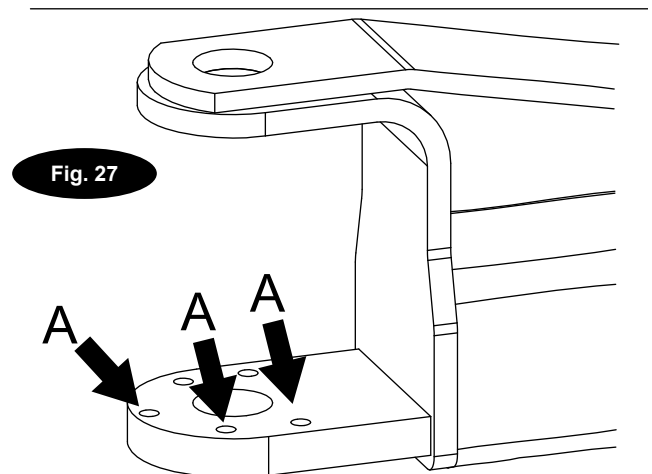

Fig. 27
Ausleger mit 5 Bohrungen in den Trägern: Dann die (3) Sechskantschrauben HHCS 3/8"-16NC x 1-1/2" L ((12) insgesamt für die (4) Ausleger) im Zahnrad und im Ausleger installieren. Siehe Abb. 26b und Abb. 27.
**21. Externe Adapter:** Mit (2) 5/16"-18NC x 3/8" PHMS Schrauben eine Adapterhalterung an die Außenseite jeder Säule montieren. Dann die Adapter an der Halterung anbringen, wie auf Abb. 27 dargestellt ist.